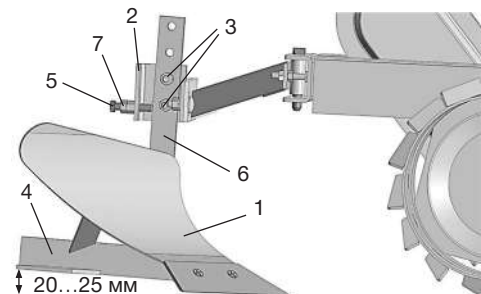

Рис. 4
Присоединить ПЛУГ (1) к замку (2) сцепки при помощи болтовых соединений (3), как показано на Рис. 4. Резьбовые соединения оставить не затянутыми для возможности последующей регулировки. Произвести первоначальную регулировку заглабления ПЛУГА в почву таким образом, чтобы расстояние между пяткой (4) и поверхностью составляло 20 ... 25 мм, как показано на Рис. 4. При этом регулировочный болт (5) должен быть упёрт в стойку (6) ПЛУГА.
Показанная на Рис. 4 регулировка предназначена только для прохода первой борозды. Для выполнения последующей вспашки необходимо произвести ещё одну регулировку.